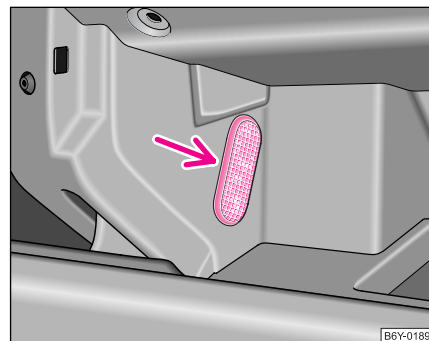

Fig. 179 Desmontar la lámpara del compartimento guardaoobjetos en el lado del acompañante
- Introducir un cuchillo o algo por el estilo en un lado entre la lámpara y el portaobjetos ⇒ fig. 179. Sacar la lámpara, apalancándola con cuidado.